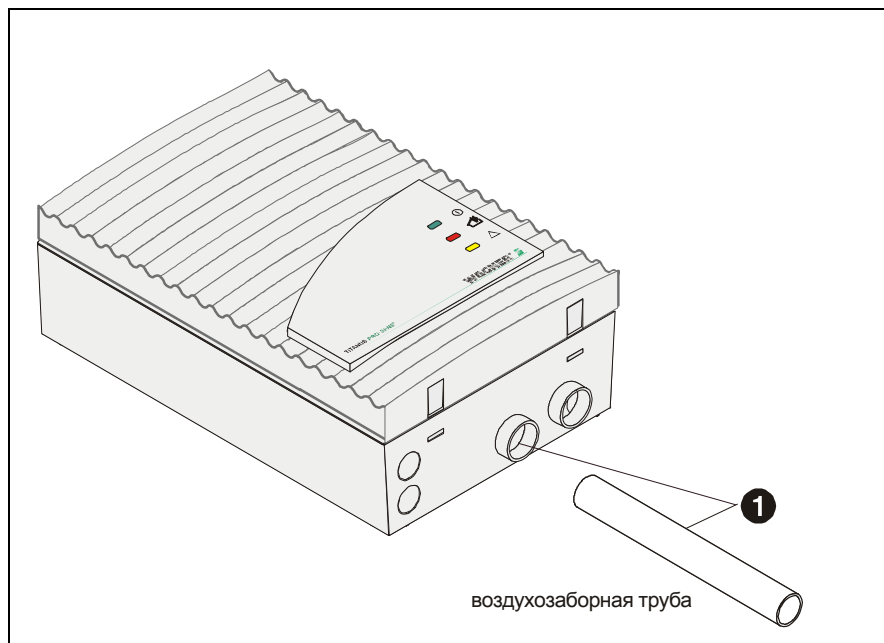

Рис. 5.10: Установка трубы забора воздуха в дымовой аспирационный извещатель TITANUS PRO·SENS®
- 1 Для того, чтобы установить трубу забора воздуха в TITANUS PRO·SENS®, вставьте ее в предусмотренный для этого патрубок (см. Рис. 5.10).